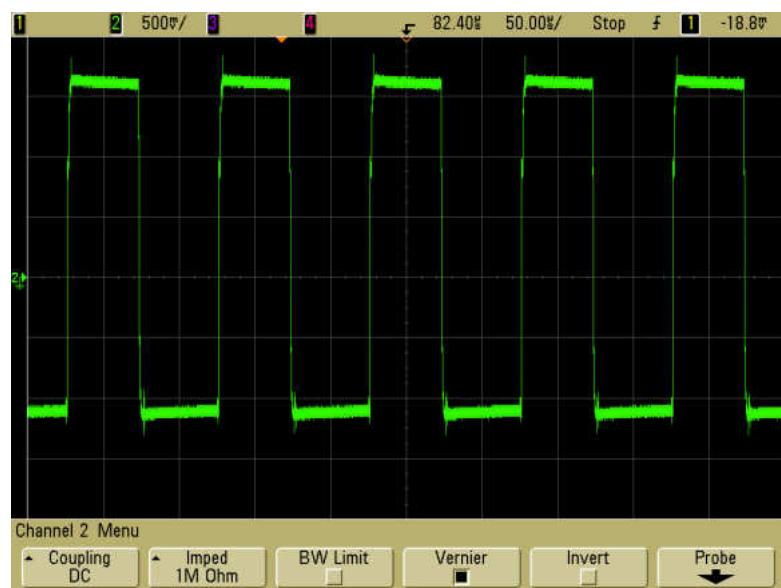

Рис. 4.19. Осциллограмма управления IGBT-модулем (50 мкс/дел; 5 В/дел).
4.8.12. Примерный вид осцилограммы представлен на рис. 4.19. У исправного канала: